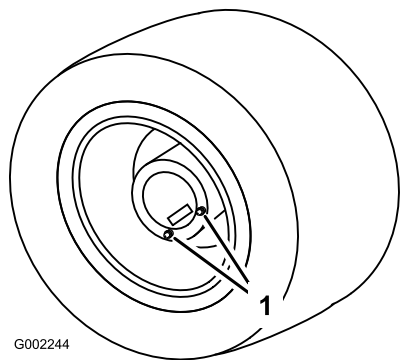

图61
1. 将打药车停放在水平地面上、如**图61**将后轮置于所示排油位置。
3. 在排油塞下面放置一个盘子、然后从车轮上拆下排油塞**图61**。